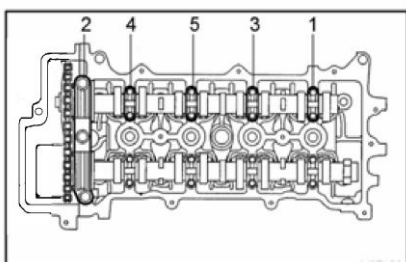

Рисунок II-31
5. Отвернуть и снять 11 болтов подшипниковых крышек в порядке, указанном на рисунке ниже (см. Рисунок II-31).